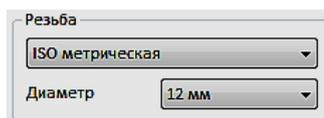

Рис. 79. Поле «Резьба»
7. В поле «Резьба» установите параметры резьбы, как показано на рис. 79.